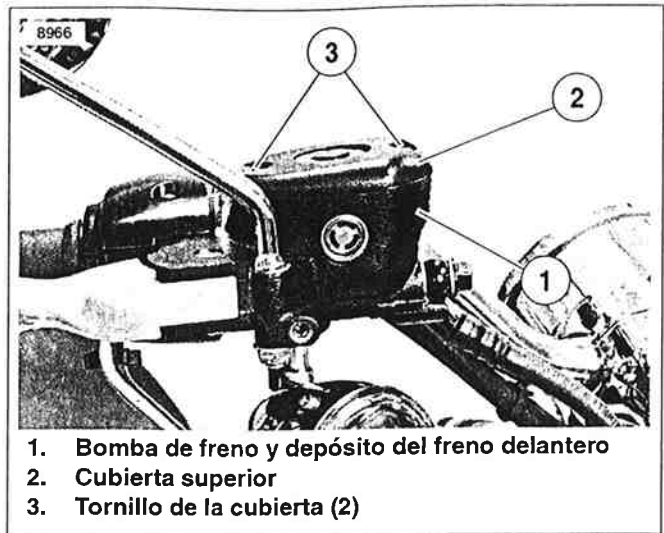

Figura 2-106. Desmontaje de la cubierta del depósito de la bomba de frenos
3. Coloque una arandela **nueva** (2) en cada lado del dispositivo de conexión banjo de la línea del freno hidráulico (3). Inserte el perno banjo (1) a través de las arandelas y el dispositivo de conexión. Enrosque el perno dentro de la caja de la mordaza. Apriete a 27,1-33,9 N·m (20-25 lb-pie).
4. Vea la Figura 2-106. Extraiga los tornillos de la cubierta (3), cubierta superior (2) y junta del depósito de la bomba de frenos del freno delantero (1).